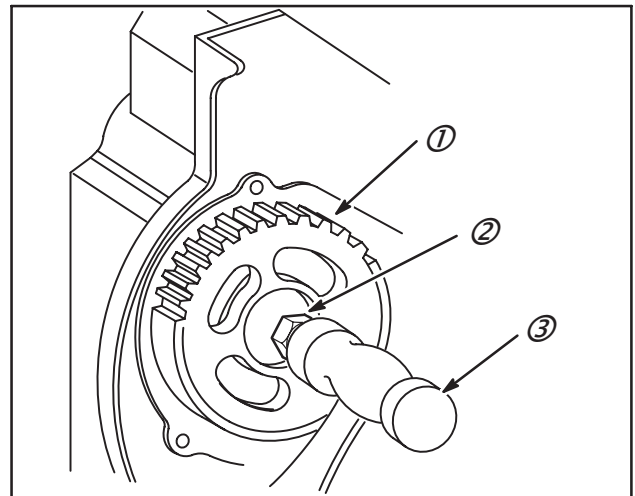

Fig. 5
3. Dévisser la vis tout en poussant l'arbre à cames pour l'extraire, Fig. 5.
1. Desserrer la vis longue avec rondelle Belleville (2) de deux tours et frapper la tête de vis avec un marteau (3) pour décoller l'axe d'arbre à cames (1), Fig. 5.